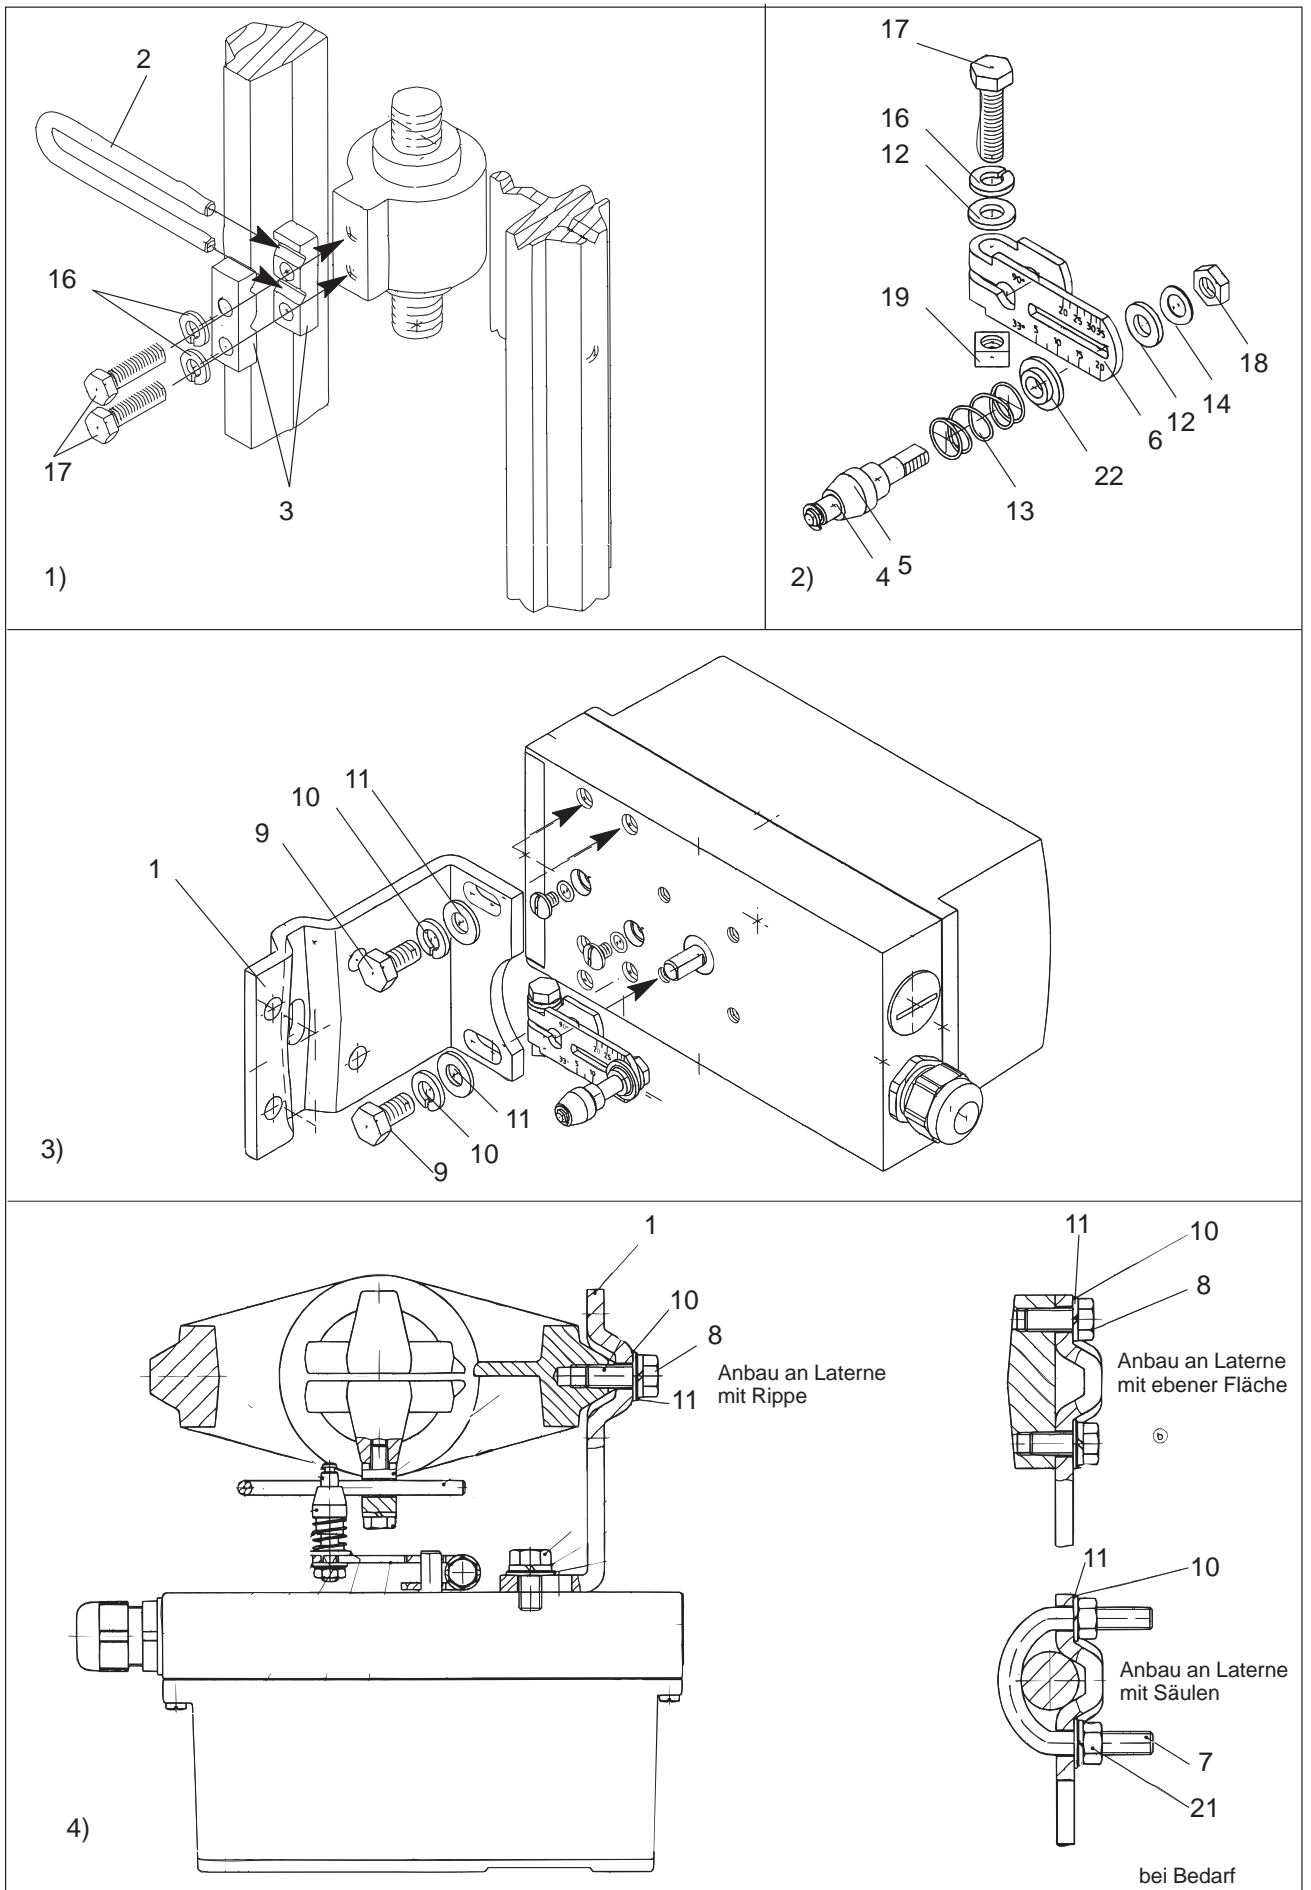

Bild 1 Montageablauf (Schubantrieb)
Im Lieferumfang Anbausatz "Schubantrieb IEC 534 (3 mm bis 35 mm)" sind enthalten (Lfd. Nr. siehe Bild 1):
3.2.1 Montageablauf (siehe Bild 1)
2. Schieben Sie den Mitnehmerstift (4, Bild 1, 2) auf dem Hebel (6, Bild 1, 2) auf die dem Nennhub entsprechende oder nächsthöhere Skalenposition, und schrauben Sie den Mitnehmerstift mit der Mutter (18, Bild 1, 2) fest.